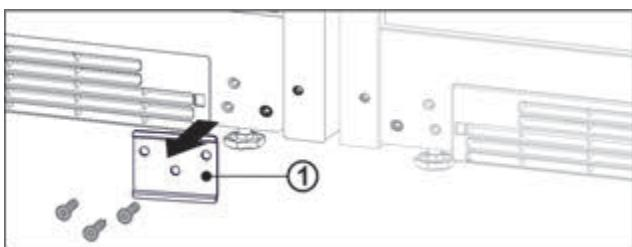

Fig. 14
- Якщо встановлено металеву накладку Fig. 14 (1), відкрутіть її.